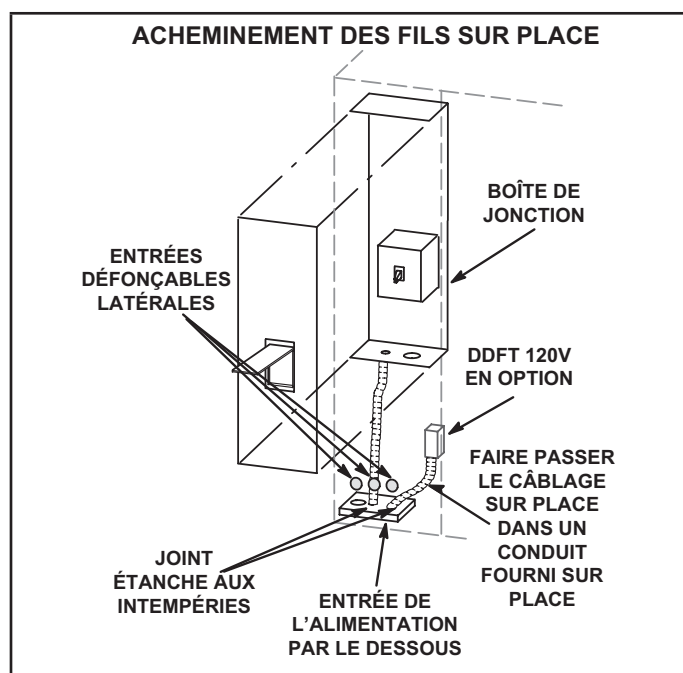

FIGURE 14
Acheminez le câblage sur place dans un conduit entre le sectionneur d'alimentation inférieur. Reportez-vous à la FIGURE 14. Cela ne remplace pas les codes locaux ou les autorités compétentes.
- 3 - Raccordez un câble séparé de 120 V sur une prise DDFT optionnelle. Acheminez le câblage sur place dans un conduit entre le sectionneur d'alimentation inférieur et le DDFT. Reportez-vous à la FIGURE 14.